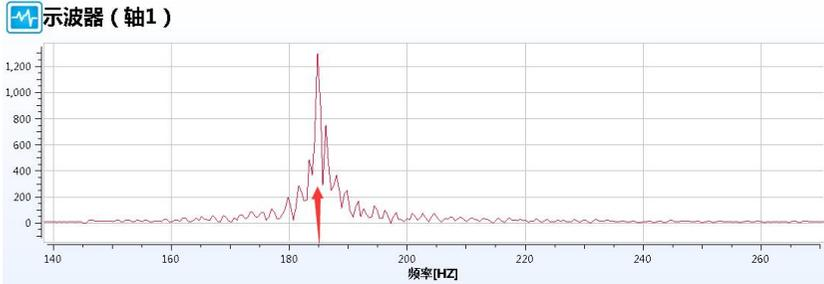

图 5-24 陷波频率显示界面
③此时弹出如下界面，如下图 5-24，拖动鼠标左键可放大波形，波峰对应的横坐标数值就是陷波频率，将此参数输入 Fn45 中，保存重启。